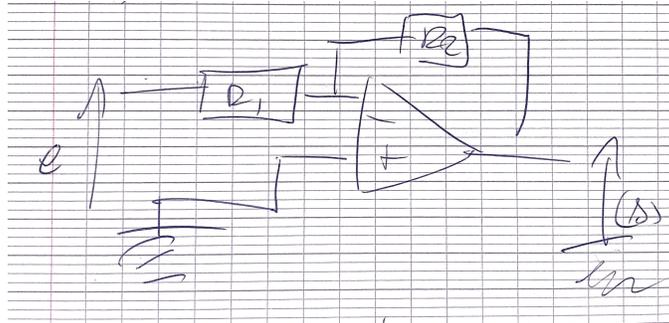

FIGURE 2 – Montage A.O. 1
- Trouver la relation entre la tension s et la tension e . (figure 2)